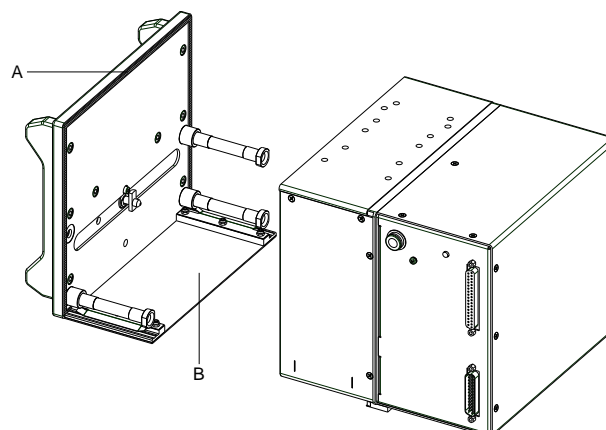

Figura 22
3. Mediante el perfil sellante (A, Figura 22) y la cubierta (B, Figura 23) la mecánica de impresión está protegida de la entrada de polvo y agua.